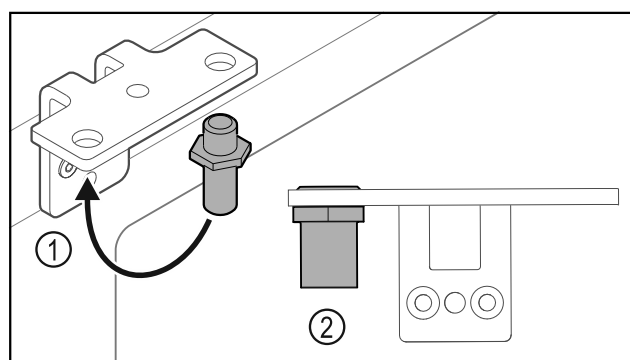

Fig. 21
- Mettre l'axe Fig. 21 (1) dans l'autre trou de l'équerre de charnière.
- Serrer l'axe Fig. 21 (2) au **couple de 12 Nm**.